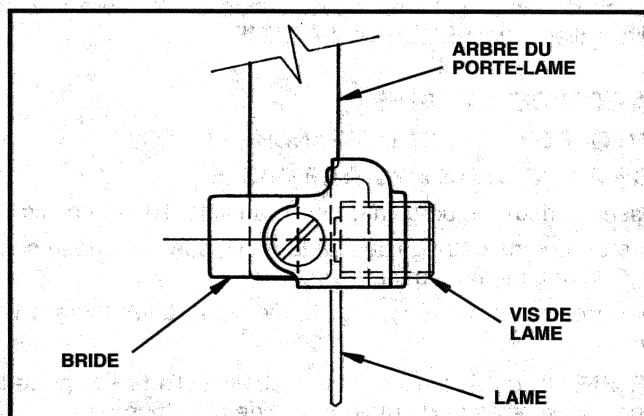

Fig. 2
- Desserrer la vis de lame, Fig. 2, d'environ deux tours à l'aide d'un tournevis.